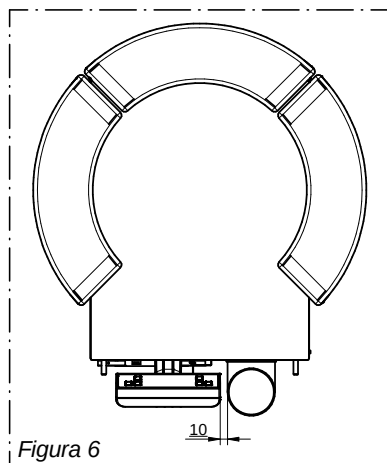

Figura 6
- Se debe prestar particular atención durante el ensamblaje del tubo de salida de humos, ya que este debe distar al menos 10 mm del panel de mandos (figura 6): ensamblar el tubo cerca del panel significa dañar el panel de mandos (daño no cubierto por la garantía). Con esta instalación es posible canalizar el aire caliente en la parte posterior, utilizando solamente la salida del lado derecho.